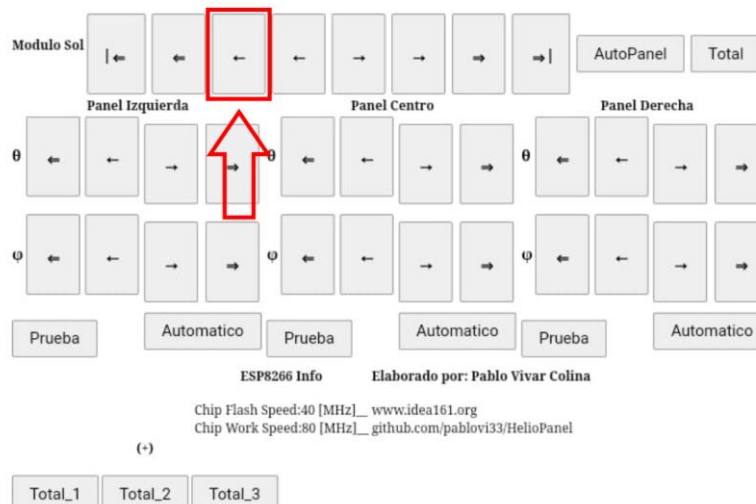

Fig. 57. Señalización del botón para mover la lámpara halógena al siguiente valor de inclinación.
18. De la **Fig. 57**, seleccione el botón del paso 8 para mover la lámpara halógena al siguiente valor de inclinación.